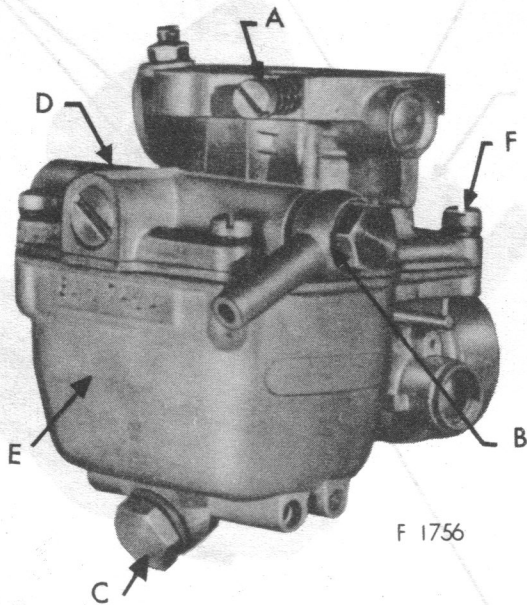

Figure 23A
I) Enlevez la vis de ralenti A et son ressort, le raccord d'alimentation d'essence B avec tamis et filtre. Démontez le bouchon porte-gicleur C et sa rondelle. Retirez de ce dernier le gicleur principal en utilisant une clé à dents ou un tournevis à tête large pour ne pas l'endommager (voir figure 23A).
II) Séparez le corps du papillon D de la cuve E en retirant les quatre vis F (voir figure 23A).